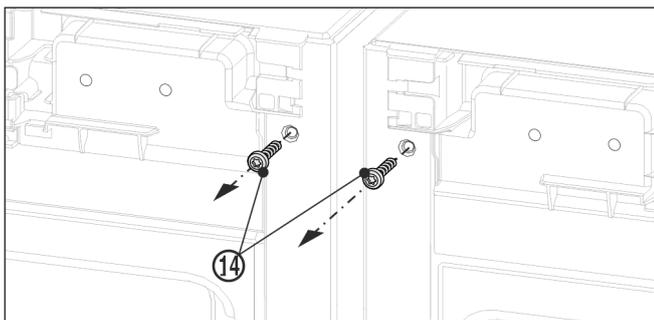

Fig. 11
- Prima di montare la squadretta superiore, svitare le due viti di messa a terra Fig. 11 (14).